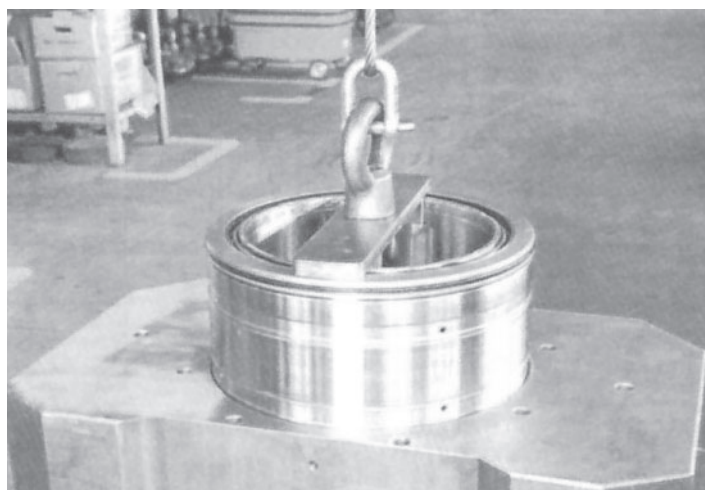

Рис. 3.18
- (1) Положите распорку на ровную горизонтальную поверхность так, чтобы ось распорки была вертикальна. Очистите отверстие распорки и нанесите на его поверхность пластичную смазку тонким слоем.
- (2) На торцевую поверхность распорки нанесите метку, соответствующую номеру 1 положения нагрузки.
- (3) Воспользуйтесь подходящим подъемным оборудованием, как показано на **рис. 3.18** и **3.19**, для того, чтобы извлечь подшипник из деревянного ящика, установки внутреннего кольца подшипника и сборки подшипника в распорке.
- (4) Перед тем, как приступить к сборке, убедитесь в том, что манжета и уплотнительное кольцо чистые.
- (5) Если в процессе сборки подшипник перекосит, то откорректируйте его положение, слегка стукнув по нему латунным стержнем. Имейте в виду, что удар нельзя наносить непосредственно по подшипнику. Используйте подкладку или стукните по крышке подъемного оборудования.
- (6) Меняйте положение номера нагрузки каждый раз, когда собираете подшипник после его чистки или снятия. Это увеличит ресурс подшипника.